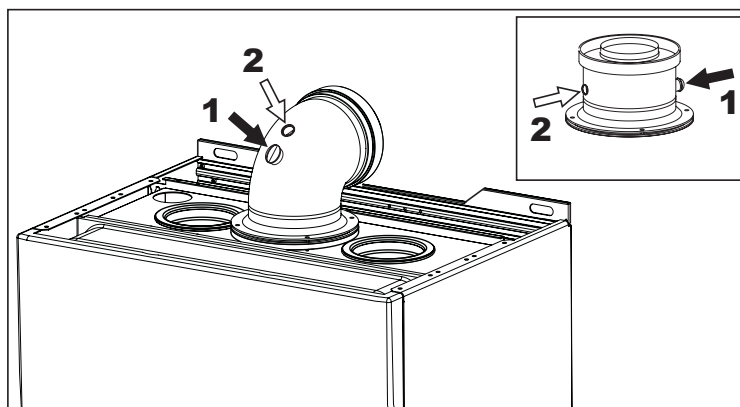

fig. 30 - Análisis de la combustión
Es posible efectuar el análisis de la combustión con los puntos de toma de aire (2) y humos (1) representados en fig. 30.